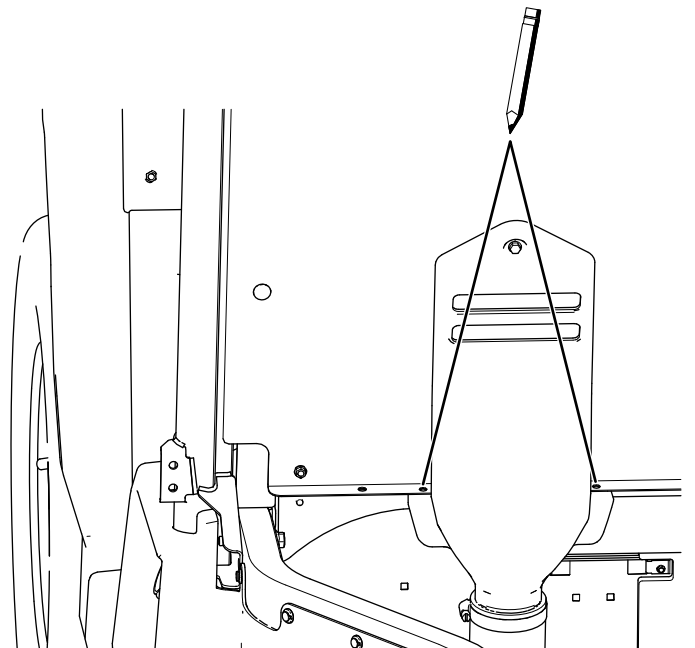

Figura 25
- C. Usando la cubierta de admisión de la CVT como plantilla, marque la posición de los 2 orificios (Figura 25).